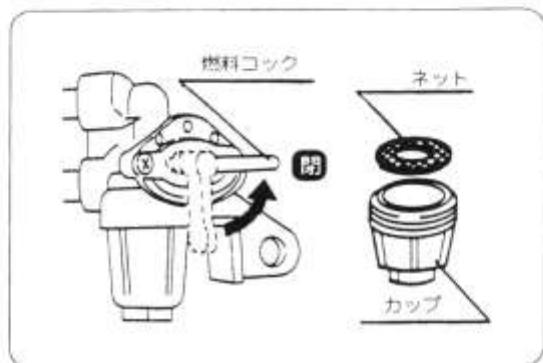

図36
- ❶ 燃料の中に混入した水やゴミがストレーナに沈殿しますので、ストレーナを外してゴミや水を抜き取ってください。なお、水やゴミの混入が多い場合は、燃料を抜取り、新しい燃料に交換してください。
*ストレーナのみを掃除するときは、燃料コックを「閉」位置にしてください。(図36)